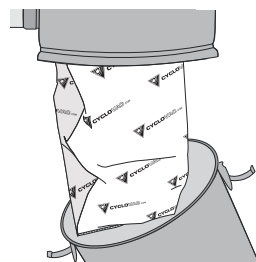

figure 22
1. Pour accéder au sac, défaire les deux attaches de la cuve et la retirer de l'appareil (**figure 22**).